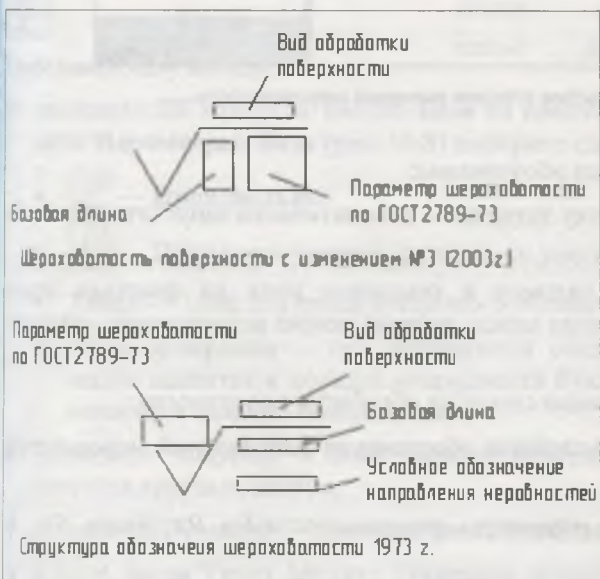

Рис. 13.4. Редакции обозначения шероховатости
В соответствии ГОСТ 2.309-73 имеются две редакции надписи обозначения шероховатости поверхности, структура которых представлена на рис. 13.4. Настройка редакции
- ◆ далее можно ввести элементы надписи в текстовые поля на фантоме знака (см. рис. 13.4). Для быстрого перехода между полями можно использовать клавишу **<Tab>**: